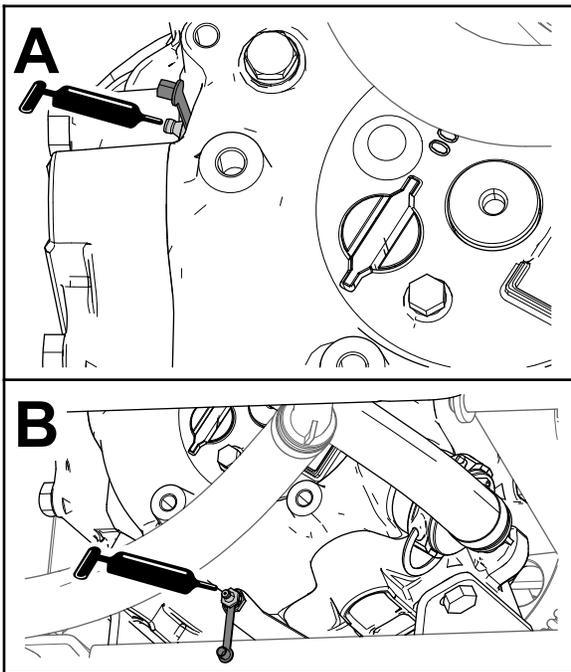

Figura 38
- Limpié los 2 puntos de engrase remotos (Figura 38 A y Figura 38 B).
- Bombée grasa en cada punto de engrase remoto (Figura 38 A y Figura 38 B).